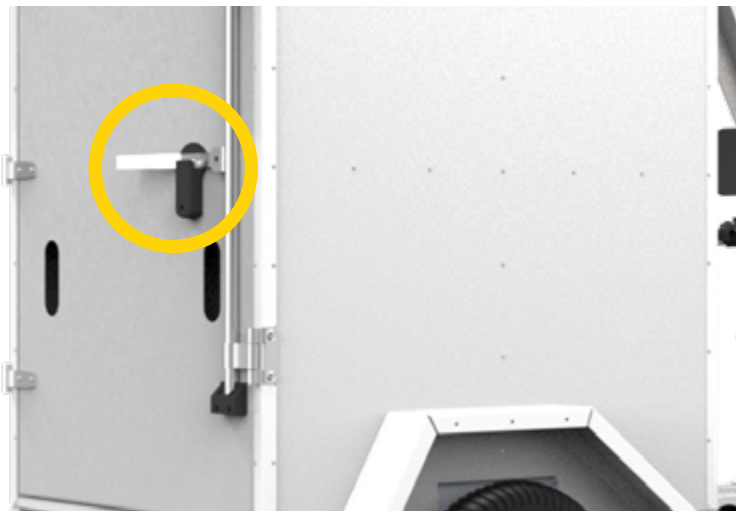

FIGURE 11 : LEVIER NOIR DE SERRURE BIEN FERMÉ
Pour ouvrir la boîte il faut d'abord débarrer la serrure (24) en y insérant la clé et la tournant dans le sens horaire. Ensuite, tirer le levier noir de la barrure de porte (23) vers soi, lever le levier de la poigne de porte (22) en le tournant vers le haut et tourner le tout vers l'extérieur. Vous pouvez vous référer à la figure 11 pour effectuer cette procédure.